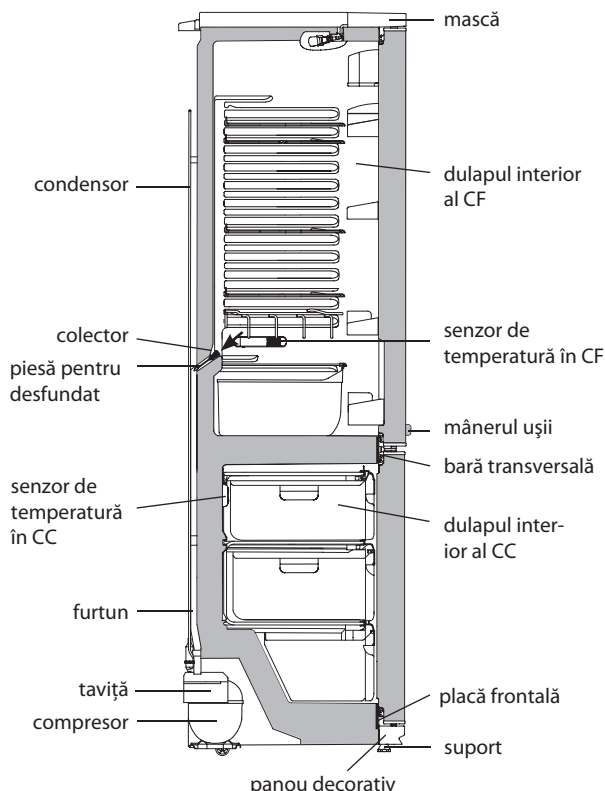
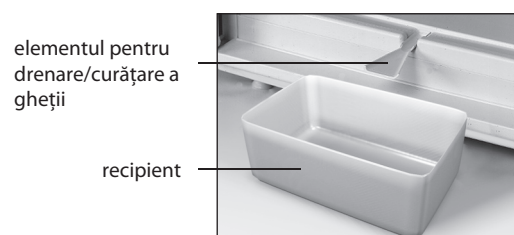

Figura 7 — Schema scurgerii apei rezultate în urma topirii din CF
Figura 8 – Colectarea apei rezultate în urma topirii din CF
**5.1.1** În CF se folosește un sistem automat de dezghețare. Bruma care apare pe perețele din spate al CF, se topește în timpul ciclului de dezghețare la deconectarea compresorului și se transformă în picături de apă. Picăturile de apă rezultată în urma topirii se scurg în colector, apoi prin gaura acestuia și prin furtun - în tavița de pe compresor, în conformitate cu figura 7 și se evaporă.
Pentru eliminarea înfundării folosiți piesa corespunzătoare și curățați gaura colectorului, astfel ca apa să se scurgă liber în taviță, apoi spălați piesa și instalați-o în conformitate cu figura 7.
**SE INTERZICE** să utilizați frigiderul cu sistemul de scurgere înfundat. Apa care a apărut pe fundul CF sau care a ajuns în locul de alăturare a barei transversale și a dulapului interior al CF, în conformitate cu figura 7, poate provoca coroziunea dulapului exterior al frigiderului și elementelor agregatului frigorific, defectarea izolației termice, formarea crăpăturilor dulapului interior și defecțiunea frigiderului.
**ATENȚIE! Nu puneți produsele în CF prea aproape de senzorul de temperatură, care este situat pe peretele drept al CF, în conformitate cu Figura 7.**
**ATENȚIE! Nu puneți produsele în CC prea aproape de senzorul de temperatură, care este situat pe peretele din spate al CC, în conformitate cu Figura 7.**
— instalați în conformitate cu figura 8 elementul de masă plastică pentru drenare și orice vas recipient cu volumul de nu mai puțin de 2 litri pentru a colecta apa rezultată în urma topirii;
**SE INTERZICE** să decongeleți congelatorul fără utilizarea elementului pentru drenare instalat în conformitate cu figura 8. Apa rezultată în urma topirii care se scurge din cameră afară de elementul pentru drenare, pătrunzând în locul de alăturare a plăcii frontale la dulapul interior în conformitate cu figura 7, poate provoca coroziunea dulapului exterior al congelatorului și a elementelor agregatului frigorific, defectarea izolației termice, formarea crăpăturilor dulapului interior și defectarea dulapului congelatorului.